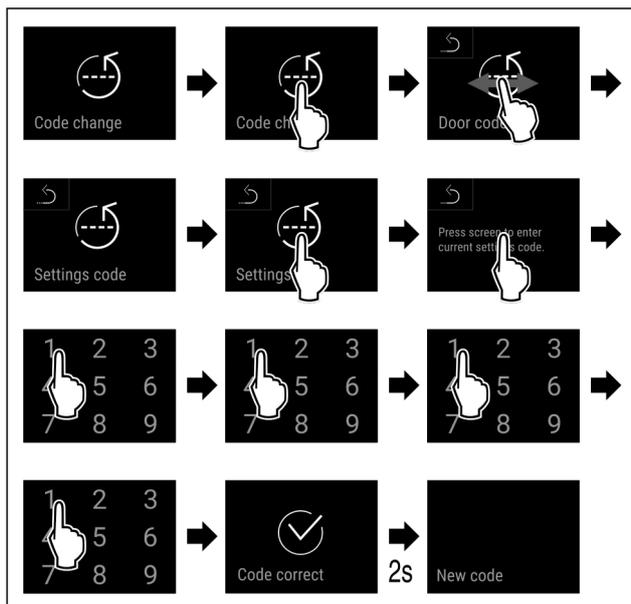

Fig. 94
- u Handlungsschritte (siehe Fig. 94) durchführen.